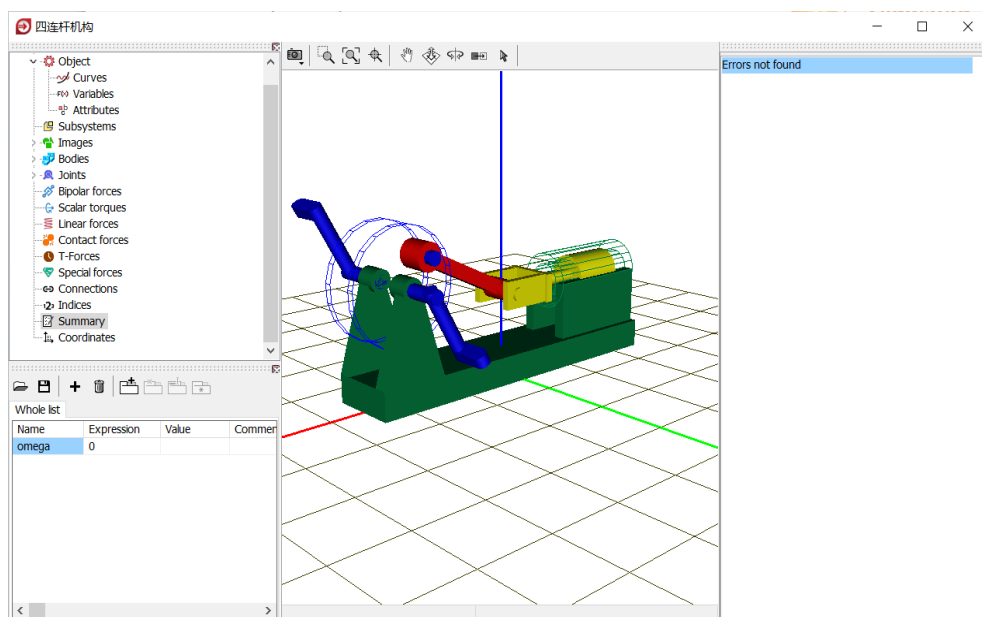

图 2-62
- 18) 在左侧模型树中，分别点击 **Images**、**Bodies** 和 **Joints** 前面的  图标可以将其中的元素折叠起来；点击 **Summary**，在右侧交互界面会有提示模型是否有逻辑错误（一般的警告可以忽略），如图 2-62。